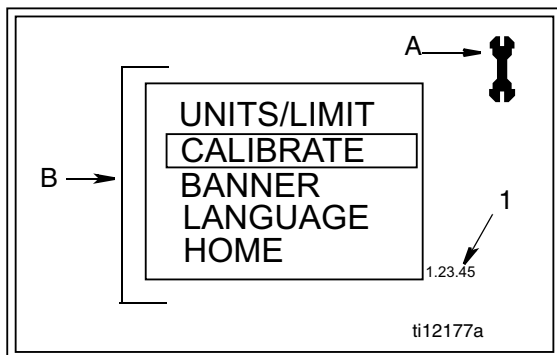

FIG. 12
Pantalla de configuración principal (FIG. 12)
Funciones de la pantalla principal (FIG. 12)
2. A continuación, al mismo tiempo, mantenga pulsado también el botón INTRO central (b) (FIG. 11). Mantenga pulsados ambos botones hasta que se muestre la pantalla de configuración principal en FIG. 12.